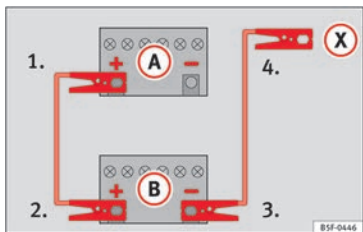

Abb. 77 Anschlusschema für Fahrzeuge ohne Start-Stopp-System.
mit der entladenen Fahrzeugbatterie (A) » » Abb. 77.
3. Klemmen Sie das andere Ende des roten Starthilfekabels an den Pluspol (+) des stromgebenden Fahrzeugs (B).
4. Bei Fahrzeugen ohne Start-Stopp-System: ein Ende des schwarzen Starthilfekabels an den Massepunkt (-) des Strom gebenden Fahrzeugs (B) » » Abb. 77 anklemmen.